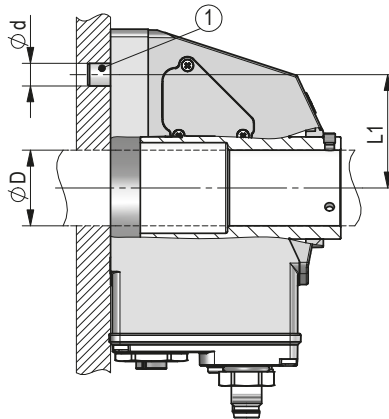

Abb. 1: Einbaumaße
- ▶ Sorgen Sie für einen geringen Wellen- und Winkelversatz zwischen Welle und Aufnahmebohrungen durch geeignete Fertigungsmaßnahmen (siehe **Abb. 1** + **Tab. 1**).
### Vorbereitung Montage (Abb. 1, Abb. 2, Abb. 3):
### Montage (Abb. 1, Abb. 2, Abb. 3):